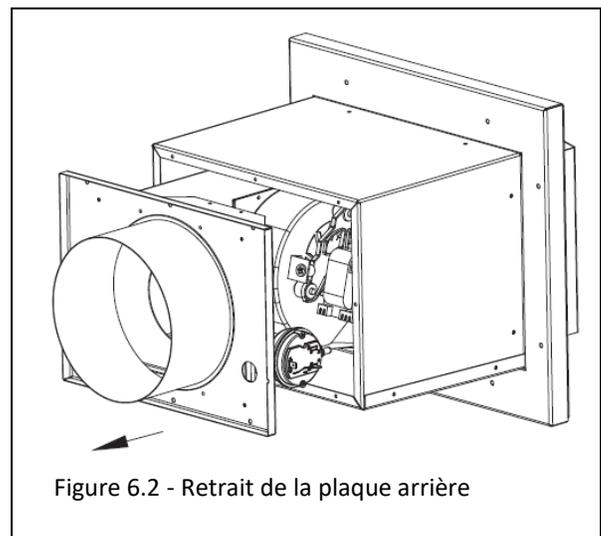

Figure 6.2 - Retrait de la plaque arrière
3. Faites glisser l'ensemble d'échappement hors de l'arrière du capuchon. Voir Figure 6.2.